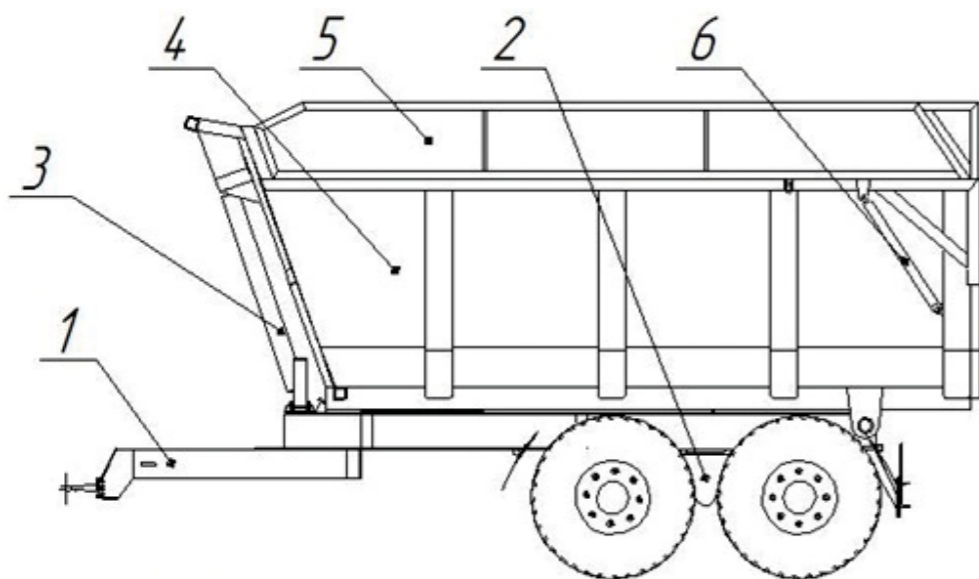

Рис.1 Схема полуприцепа самосвального
4. Вывернуть регулировочный винт 2 (см. рис. 1) из штока клапана до упора в корпусе гидроцилиндра 1 и застопорить контргайкой 3.